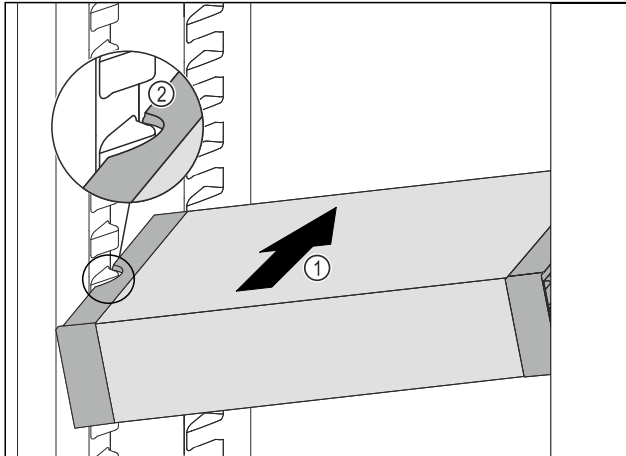

Fig. 31
- VarioSafe schuin in het koelgedeelte schuiven Fig. 31 (1), tot de uitsparingen aan de zijkant Fig. 31 (2) van de VarioSafe op de hoogte van de rib in het koelgedeelte zitten.